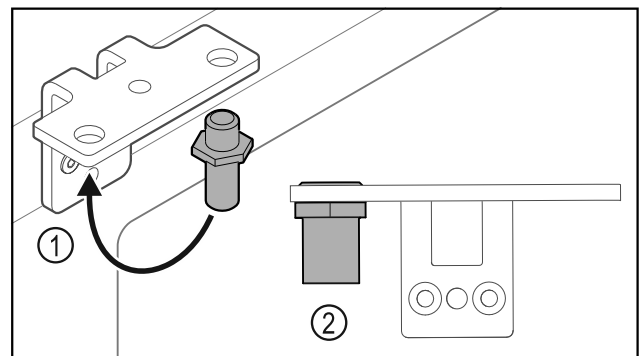

Fig. 36
- ▶ Sett om bolten Fig. 36 (1) i hengselvinkelen.
- ▶ Trekk til bolten Fig. 36 (2) med **et tiltrekingsmoment på 12 Nm.**